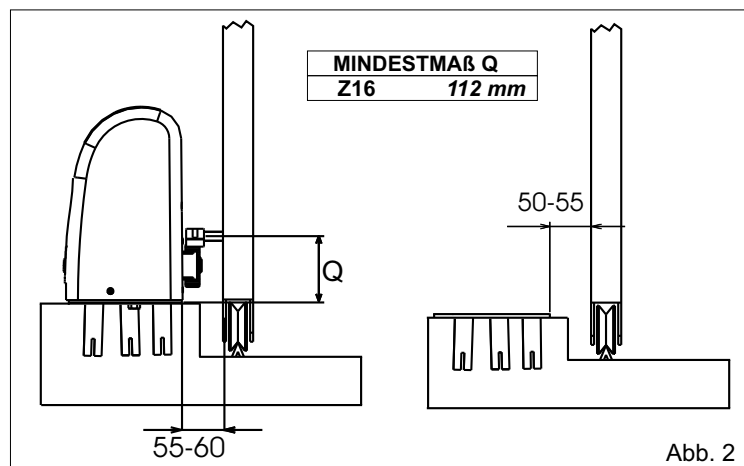
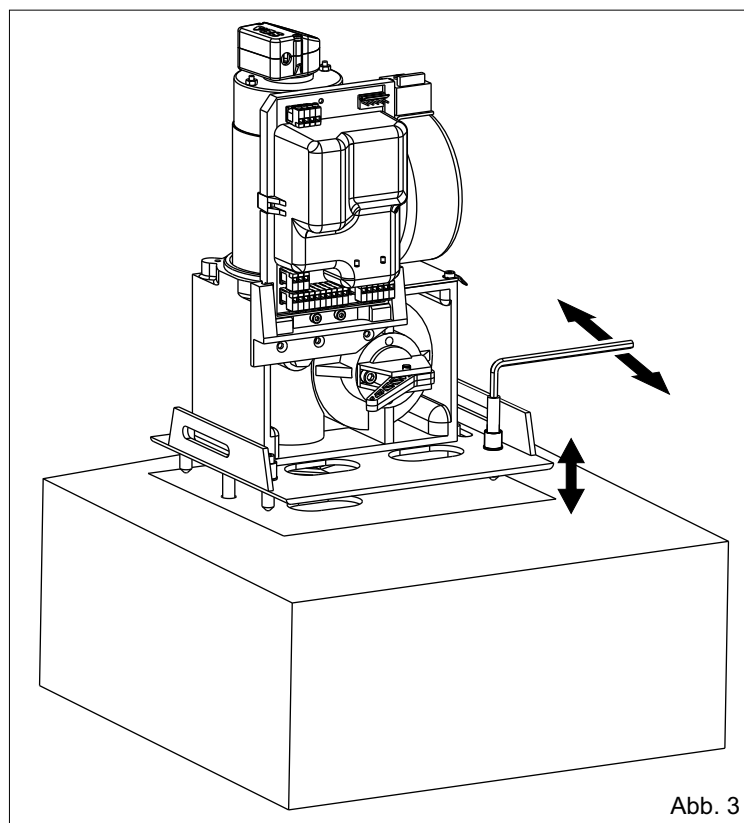

Abb. 2
Abb. 3
2.3. Sich vor dem Zementieren der Ankerplatte vergewissern, dass sie genau horizontal positioniert ist und dass der Abstand von 50 - 55 mm, wie in Abb. 2, eingehalten wird.
3.2. Mit Hilfe der 4 mitgelieferten Stifte (Abb.3), entsprechend der angegebenen Maße (Abb.2), die Höhe des Untersetzungsantriebes einstellen. Die Stifte können zur Korrektur einer vorherig nicht exakten Einebnung der Grundplatte benützt werden.